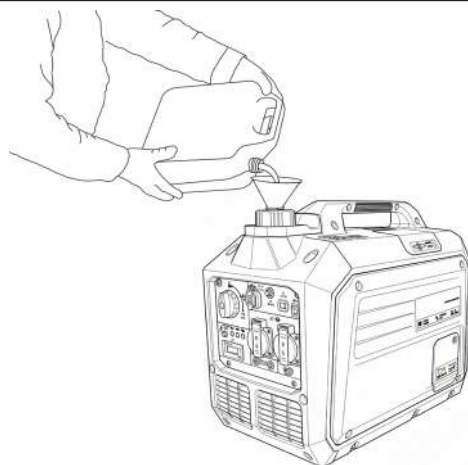

fig. 9
- Llene el combustible lentamente a través de un embudo. Ver fig.9